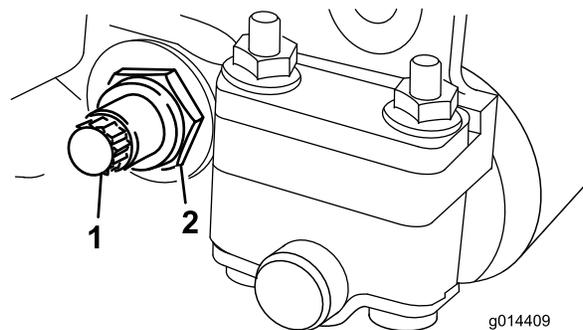
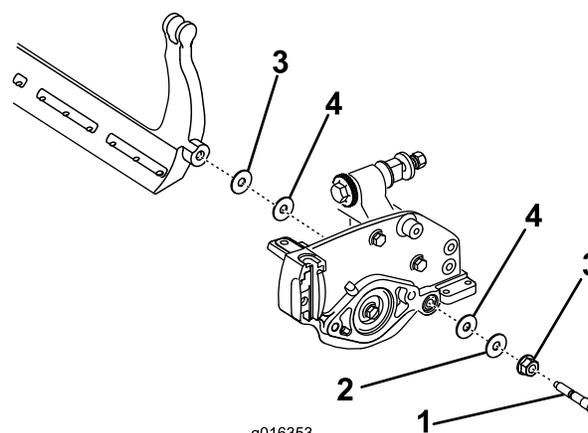

Figura 19
Figura 20
3. Su ciascun lato della macchina, allentate il dado di bloccaggio che fissa il bullone della barra di appoggio (Figura 19).
4. Togliete ciascun bullone della barra di appoggio consentendo alla barra di appoggio di essere tirata verso il basso e rimossa dal bullone della macchina (Figura 19). Tenete in considerazione le due rondelle in nylon e la rondella in acciaio stampato su ciascun lato della barra di appoggio (Figura 20).
2. Fissate la barra di appoggio su ciascuna piastra laterale mediante gli appositi bulloni (dadi sui bulloni) e 6 rondelle. Una rondella in nylon deve essere posizionata su ciascun lato della flangia di estremità della piastra laterale. Posizionate una rondella in acciaio all'esterno di ciascuna rondella in nylon (Figura 20). Serrate i bulloni della barra di appoggio a una coppia di 27-36 Nm. Serrate i dadi di bloccaggio finché la rondella in acciaio esterna non cesserà di ruotare e il gioco di estremità verrà eliminato, ma non serrate eccessivamente o non